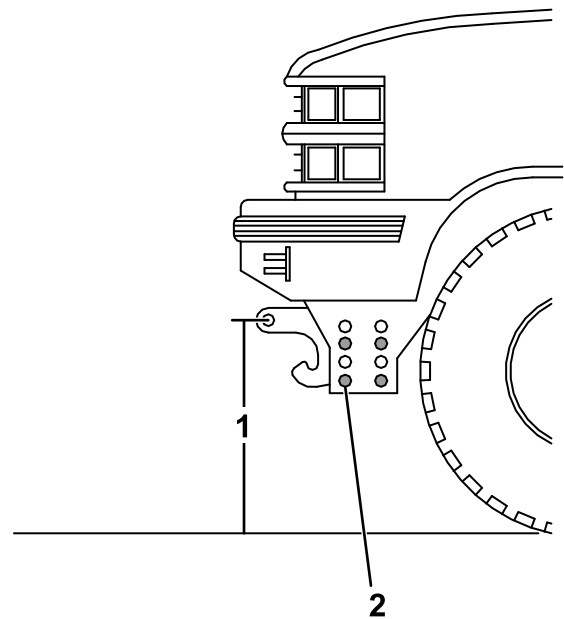

Figure 27
- Mesurez la distance du sol aux trous de goupille à ressort d'accouplement sur la barre de poussée du soubassement (Figure 27). Si votre chasse-neige est le modèle standard ou super lourd, la distance doit être 39,3 cm (15½ po).
- Si hauteur de la barre de poussée n'est pas correcte, retirez les fixations qui retiennent la barre de poussée sur le soubassement (Figure 27).